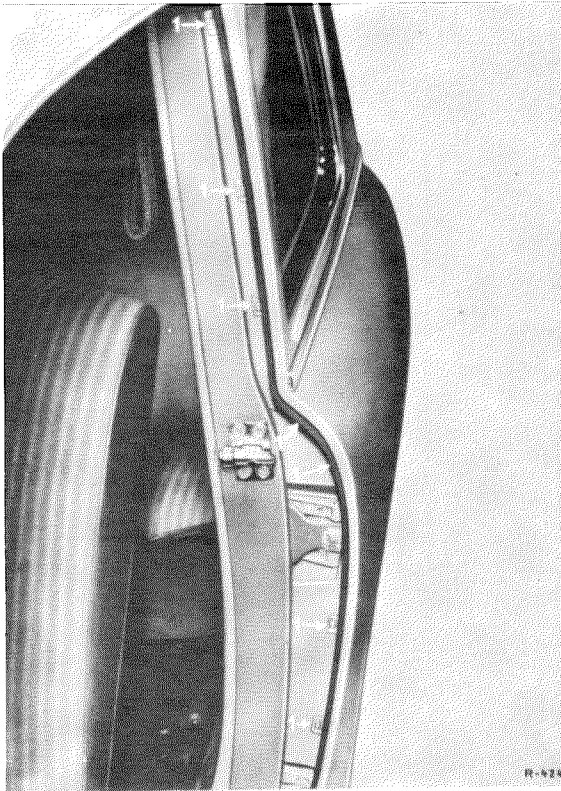

Fig. 73—15/1
1. Remove the 7 retaining clips (1) at the hinge side (Fig. 73—15/1).